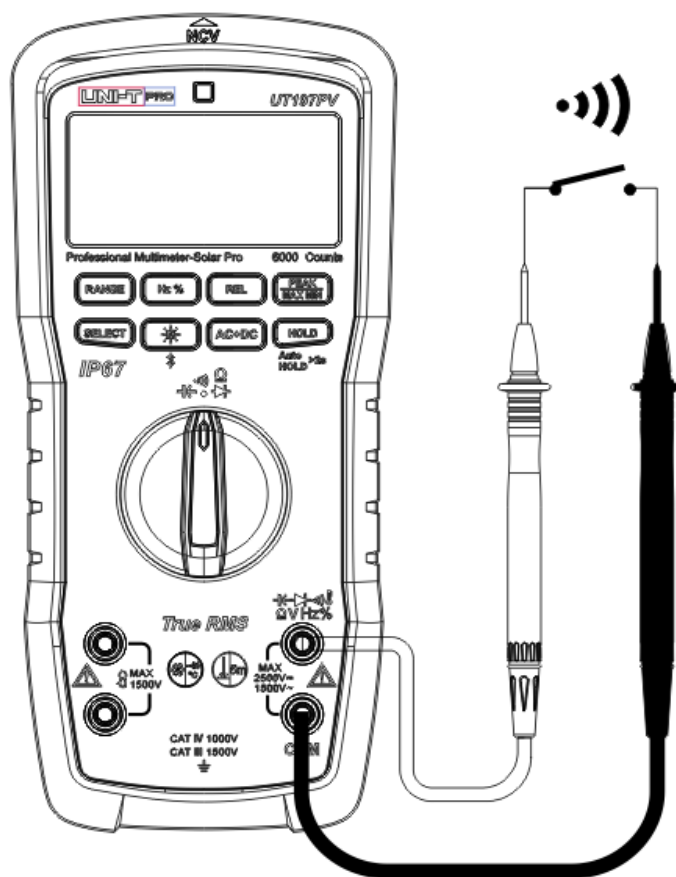

Рисунок 9
6. Проверка целостности цепи (рисунок 9)